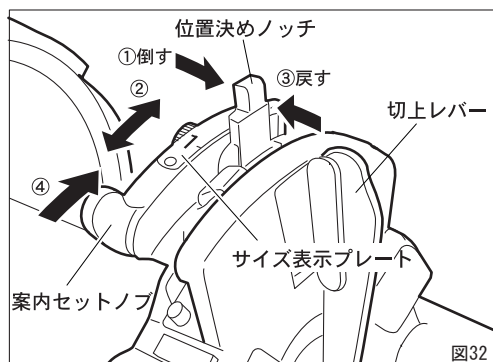
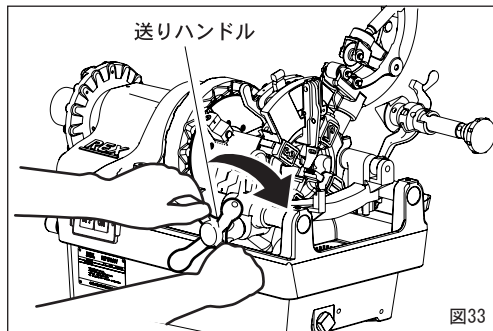

図32
図33
サイズ変更をする場合 (図32)
1. 位置決めノッチを図32の矢印①の方向に倒す。
2. サイズ表示プレートに表示されている希望のパイプサイズに位置決めノッチを合わせる。(矢印②)
3. 位置決めノッチを矢印③の方向に倒しながら、ノッチの溝に位置決めピンをはめ込む。
②案内セットノブを矢印④の方向に止まるまで押すと、ダイヘッドはセットの位置になります。スイッチを入ると、オイルはダイヘッドから自動的に注油されます。
③送りハンドルを時計方向に回して、パイプにダイヘッドを押しつけ、チェーザを食い付かせてください。(図33)
④ねじが3~4山切れればあとは自動的にねじが切れ、ねじが規定の長さになると、切上げレバーによりチェーザが自動的に開きます。
⑤送りハンドルを反時計方向へ回してダイヘッドをパイプから離します。
案内セットノブ (図32参照) を押し上げてダイヘッドをねじ切りのセット状態にします。そしてパイプにねじを切つてゆきますと、パイプ端面が切上げレバーに当り、徐々に押し出してゆきます。パイプに切られたねじが規定長さになりますと、切上げレバーが押しあげられ、チェーザがパイプから離れねじ切りが終わります。(図36-1)